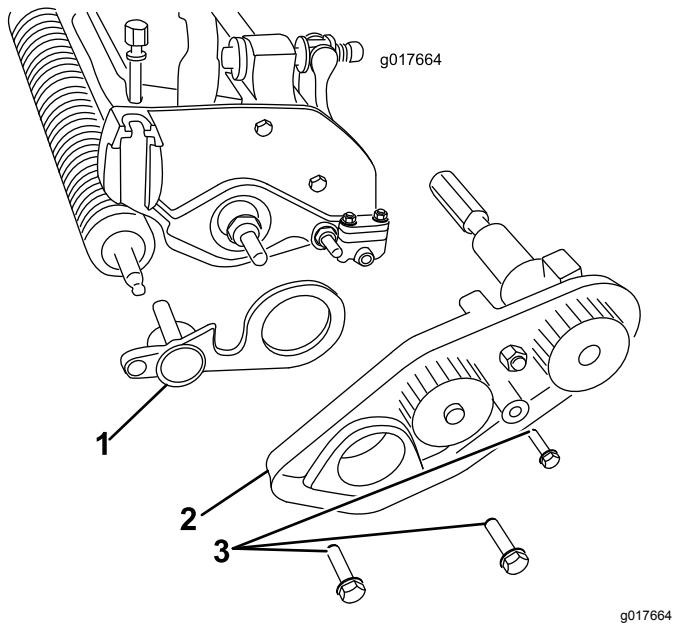

Figura 5
10. Togliete i 3 bulloni che fissano il gruppo di trasmissione a cinghia all'apparato di taglio e rimuovete tutto il gruppo (Figura 5).
21. Inserite l'altra estremità dell'albero grooming nella piastra di appoggio sinistra (Figura 5).
22. Montate il gruppo cinghia di trasmissione del cilindro con i bulloni rimossi in precedenza e accertate che la piastra laterale ruoti liberamente (Figura 5).